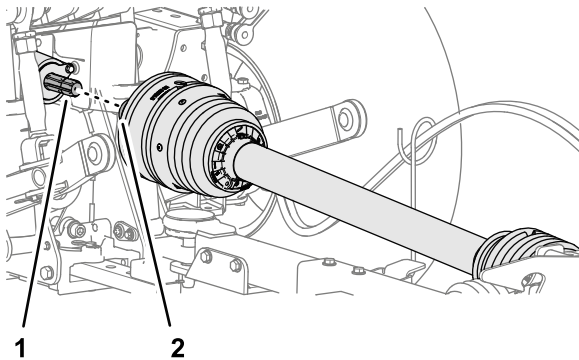

Figura 30
1. Allineate il giunto ad innesto rapido dell'albero di trasmissione della PDF con l'albero di uscita della PDF (Figura 30).